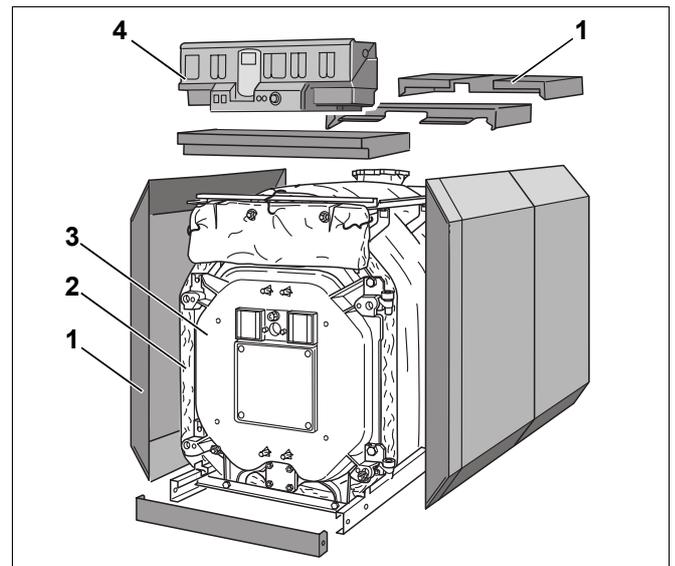
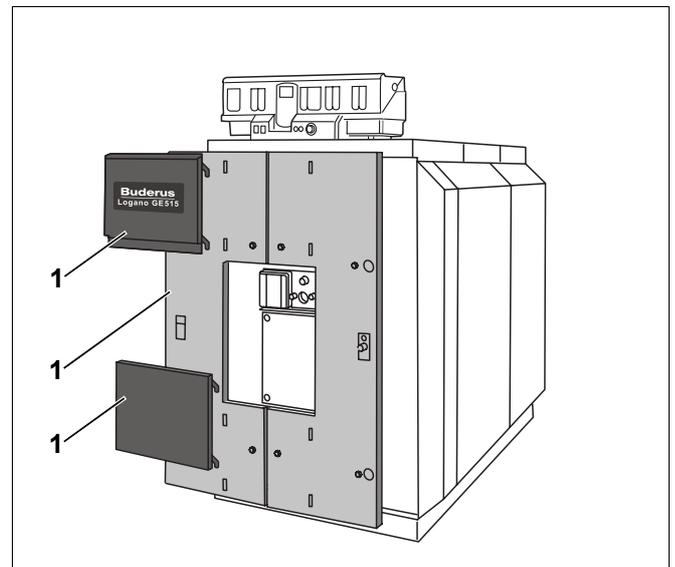

Bild 1 Öl-/Gas-Spezialheizkessel Logano GE515
Bild 2 Öl-/Gas-Spezialheizkessel Logano GE515
- Kesselblock (Bild 1, **Pos. 3**).
- Kesselmantel (Verkleidung, Bild 1 und Bild 2, **Pos. 1**), Wärmeschutz (Bild 1, **Pos. 2**).
- Regelgerät (Bild 1, **Pos. 4**).